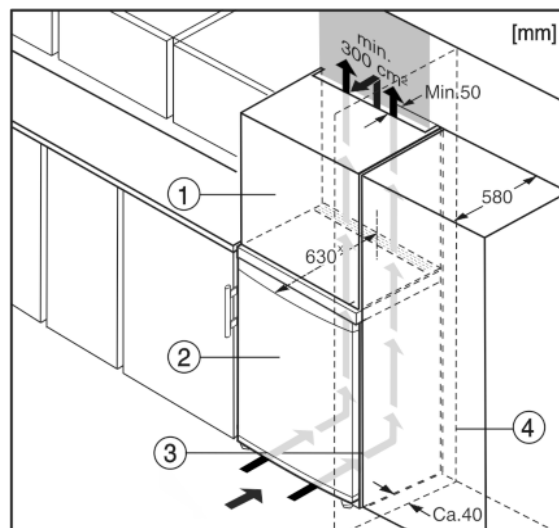

Fig. 10
- (1) Szafka nasadzana*
- (2) Urządzenie*
- (3) Szafka kuchenna*
- (4) Ściana*
Urządzenie może zostać obudowane szafkami kuchennymi. Aby dopasować urządzenie Fig. 10 (2) do wysokości ciągu szafek kuchennych, można nad urządzeniem umieścić szafkę nasadzaną Fig. 10 (1).
W przypadku obudowania szafkami kuchennymi (głębokość maks. 580 mm) urządzenie można ustawić bezpośrednio obok szafki kuchennej Fig. 10 (3). Urządzenie wystaje z boku o 34 mm * i na środku urządzenia o 50 mm * w stosunku do frontu szafek kuchennych.*
Jeżeli urządzenie będzie ustawiane z zawiasami do ściany *Fig. 10 (4)*, to pomiędzy urządzeniem i ścianą należy zachować minimalny odstęp, wynoszący 40 mm. Na taką odległość wystaje klamka przy otwartych drzwiach.*